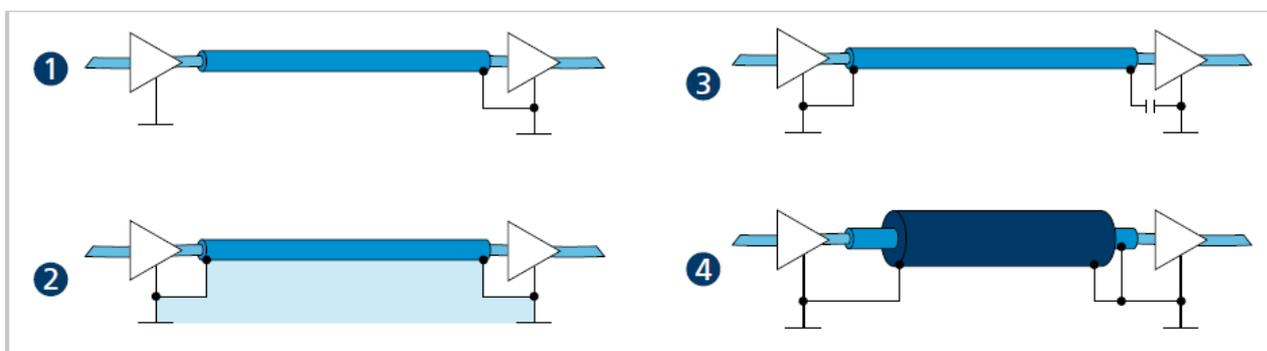

図20：シールド接続のさまざまな可能性
- ▶ モータ相をセンサーやエンコーダの信号とは別にシールドで囲み、少なくともモータ側で接続してください（参照：図20 の ① または ②）。
センサー信号は、オプションで、別の外部編組シールドを使用して共有ケーブル/絶縁ホース内のモータ相と一緒に敷設することができます。この外側の編組シールドは、両端を接続する必要があります（例：図20 ④）。図20 ②のような解決策は、この構成ではすべてのケースで機能するわけではありません。接地オフセットが不可能な場合は、特別に適したコンデンサ（例えば、Y1/Y2/X1/X2などの安全コンデンサ、図20 ③参照）を介してRF接続を確立します。この場合、モータ接続側とコントローラ側を除き、シールドを複数回接続しないでください。